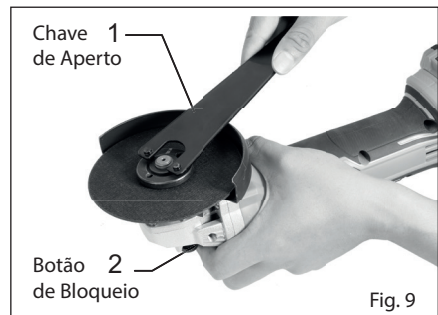

Fig. 9
2. Coloque a flange inferior (3) sobre o eixo e de seguida coloque o disco (2). Para finalizar, coloque a contra-porca (1). Ao instalar discos diamantados a contra-porca deve ser colocada ao contrário para que os parafusos planos sejam colocados no ponto central do disco (2).
3. Para finalizar a operação de instalação, pressione o botão de bloqueio do eixo e aperte a contra-porca (1) usando a chave de dois pinos fornecida com a ferramenta. Ver fig. 9.
Instalar um Disco Abrasivo (Fig. 9 e 10)
2. Coloque a borracha (3) sobre o eixo e de seguida coloque o disco (2). Para finalizar, coloque a contra-porca (1).
Instalar um Disco Diamantado / Abrasivo de Corte (Fig. 9 e 11) (Acessório opcional).
3. Para finalizar a operação de instalação, pressione o botão de bloqueio do eixo e aperte a contra-porca (1) usando a chave de dois pinos fornecida com a ferramenta.
4. Para remover o disco efetue estes passos de instalação ao contrário. Ver fig. 9.